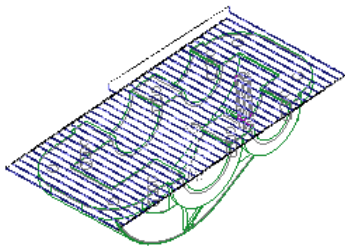

图 10.2.20 刀具路径
Step2. 单击“播放路径”对话框中的  按钮, 观测刀具的行走路线, 结果如图 10.2.20 所示。